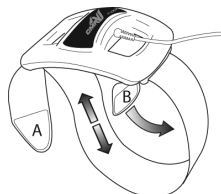

Figura 1
6. Para apretar o aflojar la correa, desenganche y vuelva a enganchar la lengüeta de velcro "A". Ajuste la correa hasta que quede cómoda y segura. (Figura 1)
9. Para apretar o aflojar la correa, desenganche y vuelva a enganchar la lengüeta de velcro "A". Ajuste la correa hasta que quede cómoda y segura. (Figura 1)